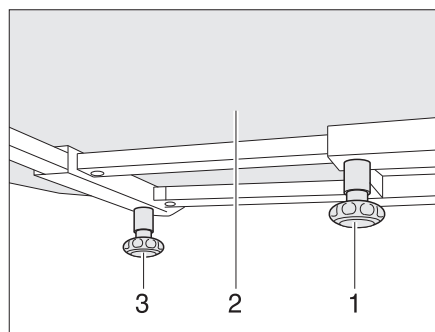

Fig. 96 Mesa fija
- Aflojar el tornillo moleteado (Fig. 96,1).
- Desplazar a la posición deseada el tablero de la mesa (Fig. 96,2).
- Aflojar el tornillo moleteado (Fig. 96,3).